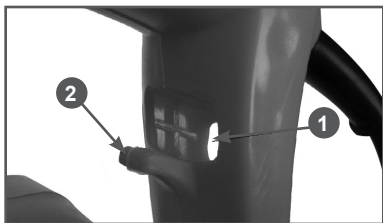

Рис. 3 Расположение элементов фиксации кабеля удлинителя
3. Подключите устройство к удлинителю. Для предотвращения случайного отсоединения вилки сетевого кабеля от розетки удлинителя, на корпусе устройства в районе задней рукоятки предусмотрены отверстие 1 и крючок 2 фиксации кабеля удлинителя (Рис. 3).
Для подключения устройства к удлинителю: сделайте на конце удлинителя петлю, гиб петлю просуньте в отверстие и наденьте на крючок (Рис. 3).